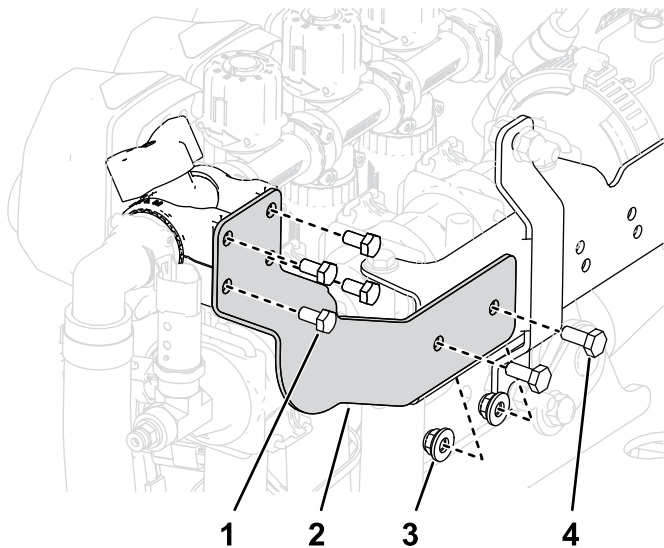

Bild 24
1. Entfernen Sie die vorhandene Regelventilhalterung und das vorhandene Regelventil (**Bild 24**).